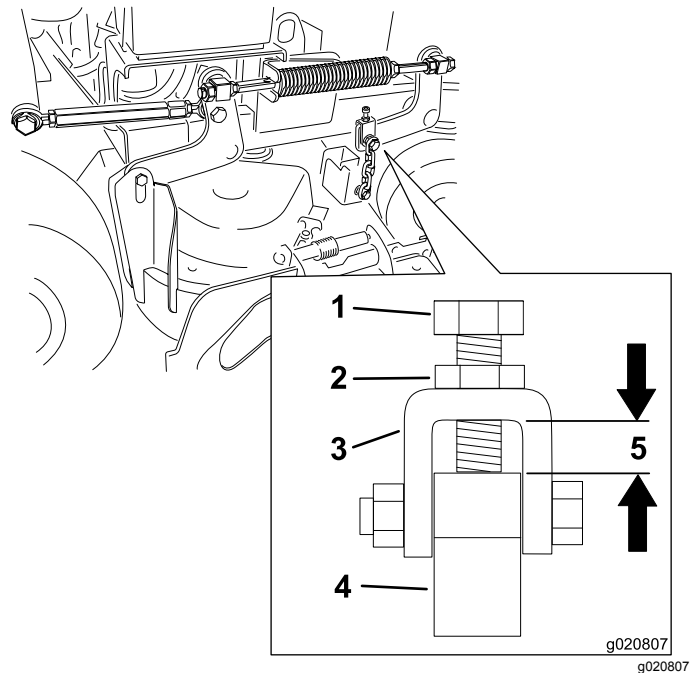

Figura 81
Nota: Esta distancia debe ser de 11 mm (7/16"), según se muestra en **Figura 81**.
7. Afloje la contratuerca y ajuste el perno de ajuste para obtener la distancia correcta, según se muestra en **Figura 81**.